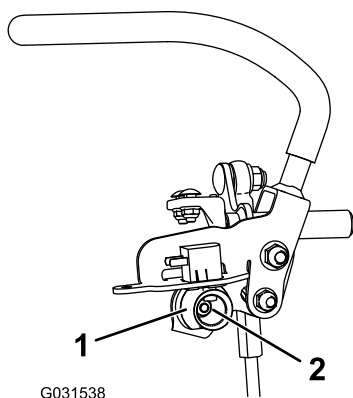

Figura 76
6. Solte a porca que fixa o excêntrico (Figura 76).